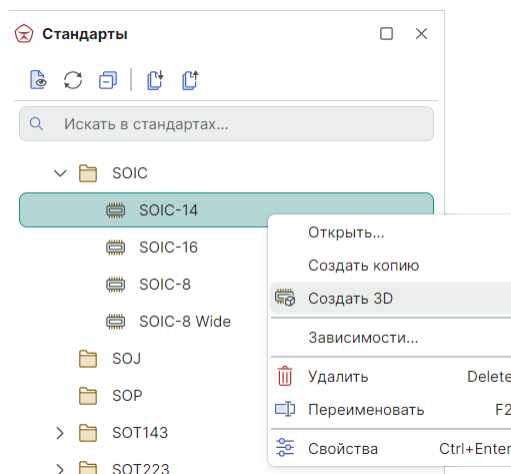

Рис. 114 Создание 3D модели корпуса
2. Вызовите контекстное меню и выберите пункт «Создать 3D», см. Рис. 114.